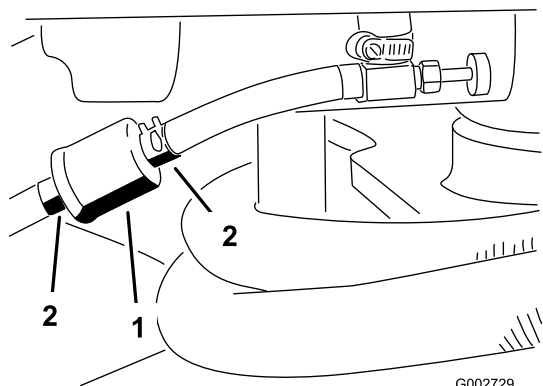

図 31
1. 燃料バルブを閉じ、フィルタのキャブレター側についているホースクランプをゆるめ、燃料ラインからフィルタを外す 図 31。